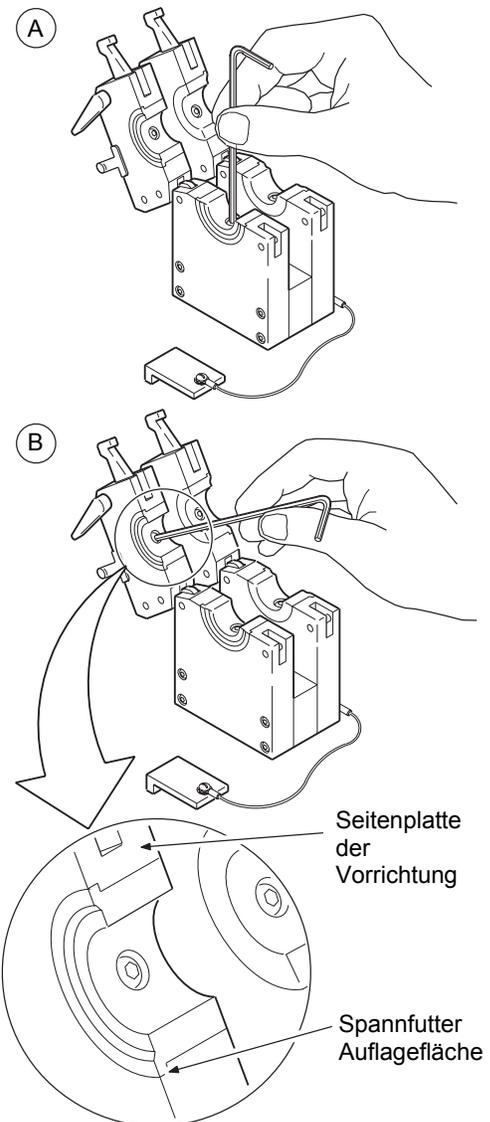

Abbildung 12 Installation der Spannutter
2. Installieren Sie die Spannutterhälften im oberen und unteren Teil der Seitenplatten und ziehen Sie die Schrauben des Spannutters fest. Sorgen Sie dafür, dass die Auflagefläche des Spannutters bündig mit der Vorrichtungsseitenplatte abschließt. Siehe Abbildung 12(B).